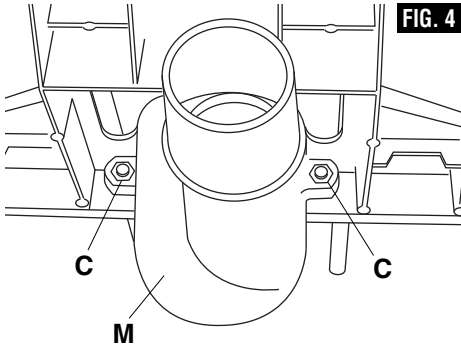

FIG. 4
Para colocar la cubierta de extracción de polvo (M): (Fig. 4)
1. Quite las dos placas de la guía (D) aflojando los cuatro tornillos y levantando los dos ensamblajes de placa de la guía de la parte superior de la base de la guía.
2. Quite las tuercas (C) de los dos tornillos centrales.
4. Introduzca las tuercas (C) en las cavidades hexagonales de la cubierta de extracción de polvo.